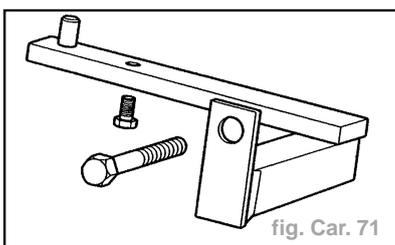

fig. Car. 71
- Gabarit de montage support anneau de remorquage (réf. **CELETTE E.1116**) (fig. Car. 71).